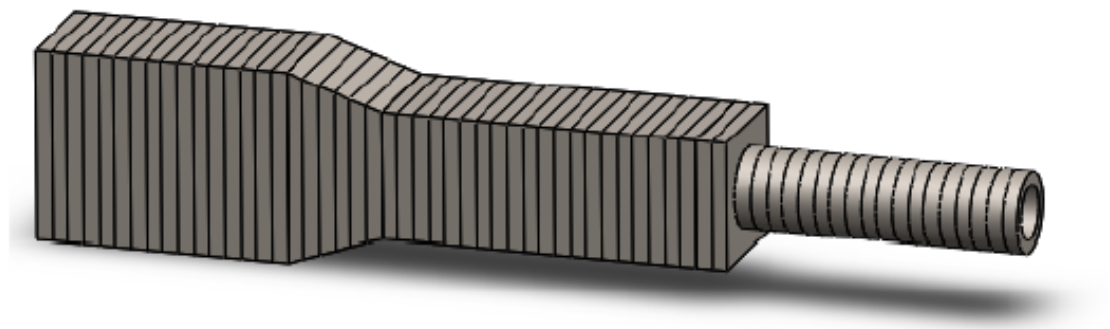

Figura 3: Modelo SolidWorks
- Utilizando *línea de partición* seccione las caras exteriores de tal forma que queden líneas separadas 5 mm unas de otras. Para eso dibuje previamente un croquis con una matriz de rectas verticales distanciadas 5 mm. Cada marca será una sección, y debería verse como indica la figura 3: